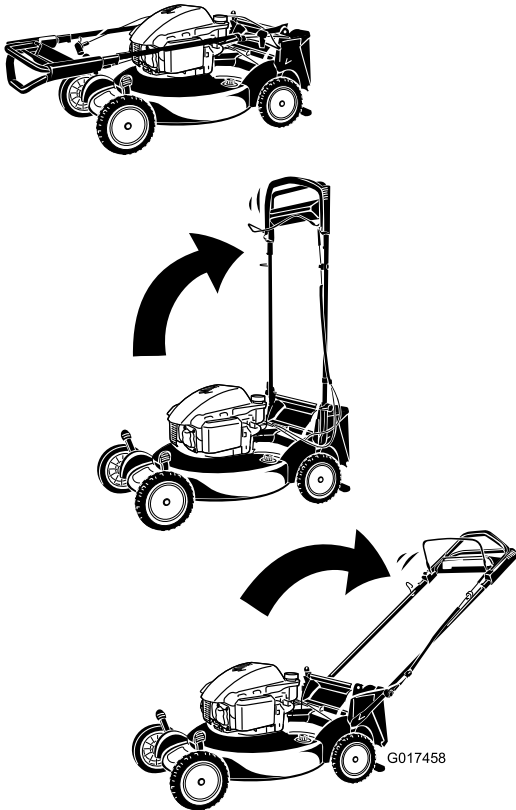

Figura 6
3. Doble el manillar hacia atrás (Figura 6).